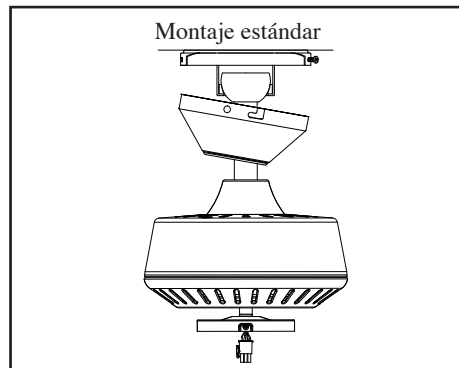

Figura 12a
6. Gira el conjunto del tubo bajante/esfera hacia la derecha hasta encajarlo con la pestaña del soporte de montaje deslizante alineada con la ranura en la bola. (Figura 12a)